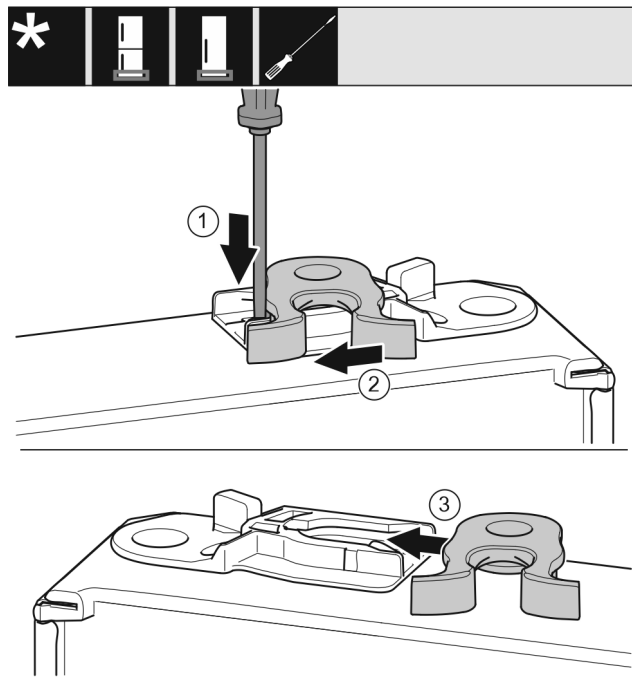

Fig. 26
- Odvijačem s ravnom glavom pritisnite spojnicu Fig. 26 (1) prema dolje.
- Izvucite kuku za zatvaranje Fig. 26 (2) iz vodilice.
- Gurnite kuku za zatvaranje Fig. 26 (3) na drugoj strani u vodilicu.